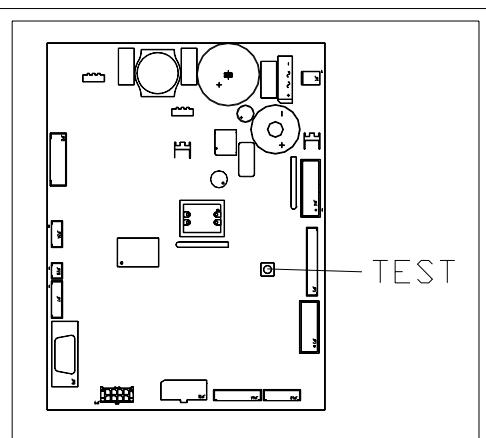

FIG. 7
- Apretar el pulsador TEST fig. 7 de la tarjeta de control principal situado en el compartimiento de la caja recaudadora. En la pantalla aparecerá el mensaje "**Seleccionar el plato que debe recargarse**".
- Después de haber introducido el producto nuevo, apretar el pulsador **OK** (pulsador Shopper) para memorizar la presencia del producto en el compartimiento y programar su fecha de caducidad a cuyo vencimiento la venta del producto se inhibirá. Si no se ha introducido ningún producto, apretar el correspondiente botón de selección para pasar al compartimiento sucesivo. El procedimiento sigue hasta que todos los compartimientos han sido memorizados o bien se escoge otro plato para la recarga. El distribuidor pasará automáticamente del modo recarga al modo normal después de haber analizado todos los platos. Para salir en cualquier momento del modo recarga, apretar el pulsador TEST fig. 7.
- Cuando se recarga una selección **Fifo**, todos los compartimientos **deben** recargarse sucesivamente sin dejar ninguno vacío. Si no se tienen bastantes productos para llenar una selección **Fifo**: apretar el pulsador **OK** después de haber cargado el último producto y luego salir de recarga (pulsador TEST fig. 7) o bien seleccionar el plato sucesivo que debe recargarse.
- 5) Apretar el pulsador TEST fig. 7 para salir de la VENTA LIBRE